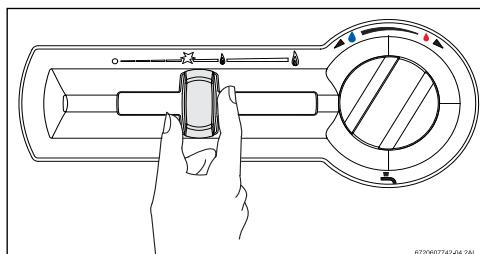

Fig. 5
- ▶ Commuter, en premier lieu, le bouton de réglage coulissant de la position « Eteindre » à la position « Allumer » (Fig. 5).